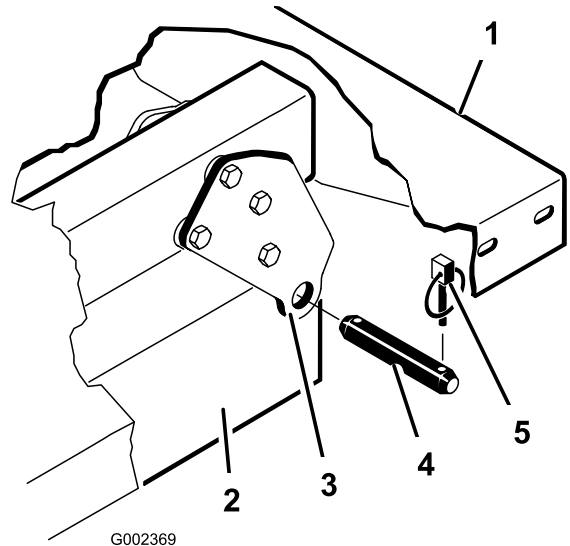

Bild 4
5. Nehmen Sie die Lastösenbolzen ab, mit denen die Zylinderstangenenden an den Pritschenbefestigungsplatten befestigt sind. Drücken Sie die Bolzen hierfür nach innen (Bild 4).
6. Nehmen Sie die Klappstecker und die Lastösenbolzen ab, mit denen die Schwenkhalterungen an den Rahmenkanälen befestigt sind (Bild 4).